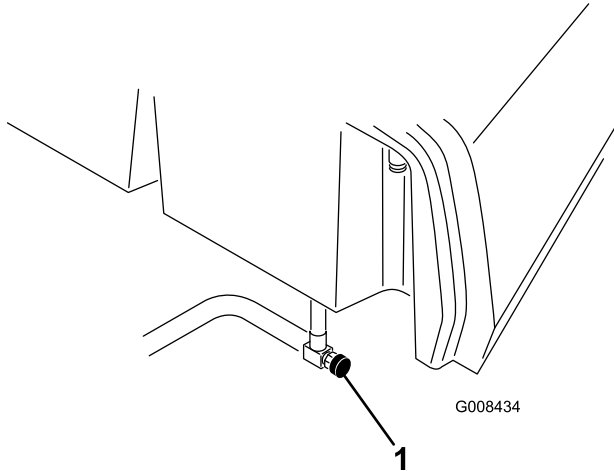

Рисунок 35
1. Закройте клапан отключения подачи топлива, расположенный под топливным баком (Рисунок 35).